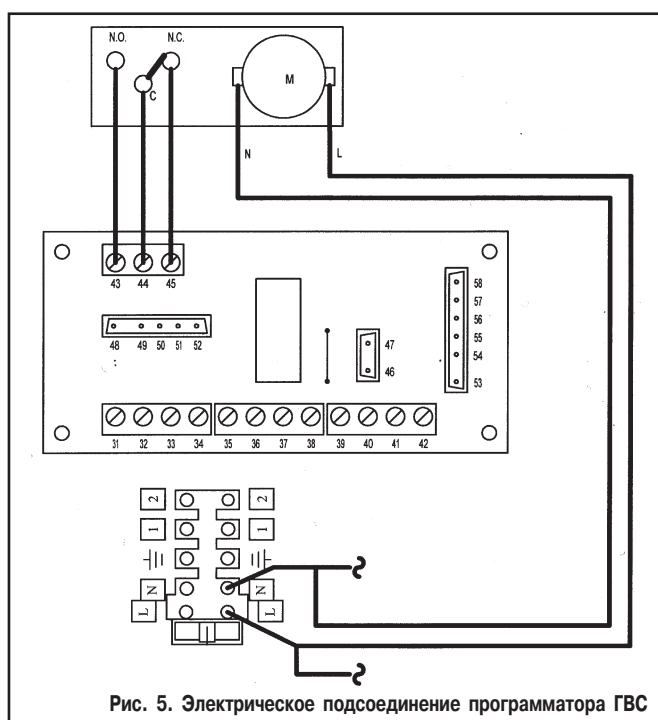

Рис. 5. Электрическое подсоединение программатора ГВС
- Снять перемычку с клемм 43 и 44 клеммной колодки (см. раздел 6) и подсоединить контакты программатора в соответствии со схемой на рис.5.